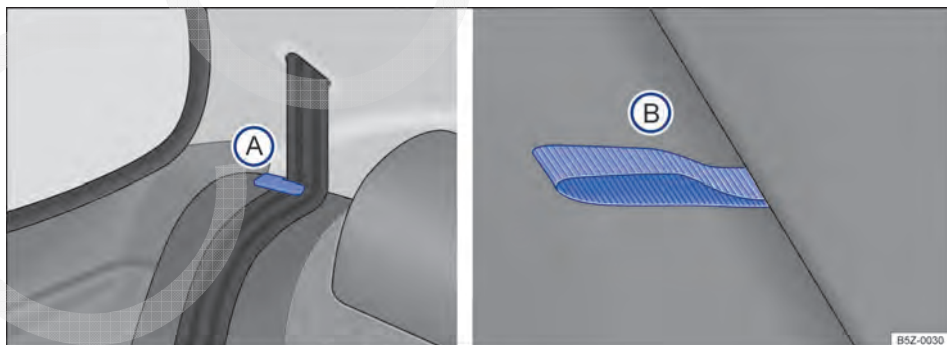

Fig. 74 Banco traseiro: posicionador para os cadarços dos cintos ; alça para desbloqueio do encosto .
- Posicionar os cadarços dos cintos de segurança nos seus respectivos posicionadores → Fig. 74 (A).
- Puxar a alça vermelha → Fig. 74 (B) para destravar a fixação do encosto do banco e, ao mesmo tempo, puxar o encosto sobre o assento, até travá-lo.
- Retirar os cadarços do cinto de segurança dos posicionadores → Fig. 74 (A). Para veículos com cintos de três pontos fixos, recolocar as linguetas nos respectivos fechos.